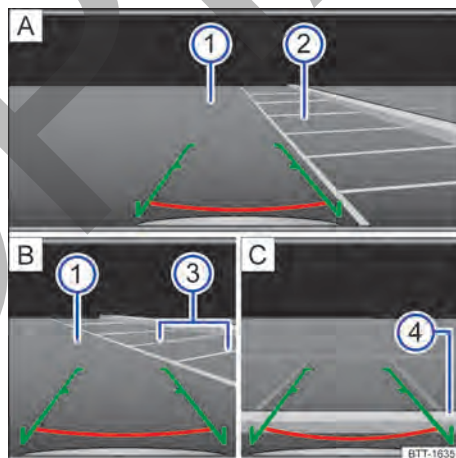

Fig. 131 Visualización en la pantalla del sistema de infotainment: aparcar con el asistente de marcha atrás.
Leyenda de la → fig. 131:
- Sitúe el vehículo delante del hueco de aparcamiento → fig. 131 A ②.
- Retroceda lentamente a la vez que gira el volante de manera que las líneas laterales verdes se introduzcan en el hueco de aparcamiento seleccionado. Las líneas verdes tienen que coincidir con las líneas de delimitación laterales del hueco de aparcamiento → fig. 131 B ③.
- Detenga el vehículo cuando la línea horizontal roja haya alcanzado la delimitación trasera → fig. 131 C ④.